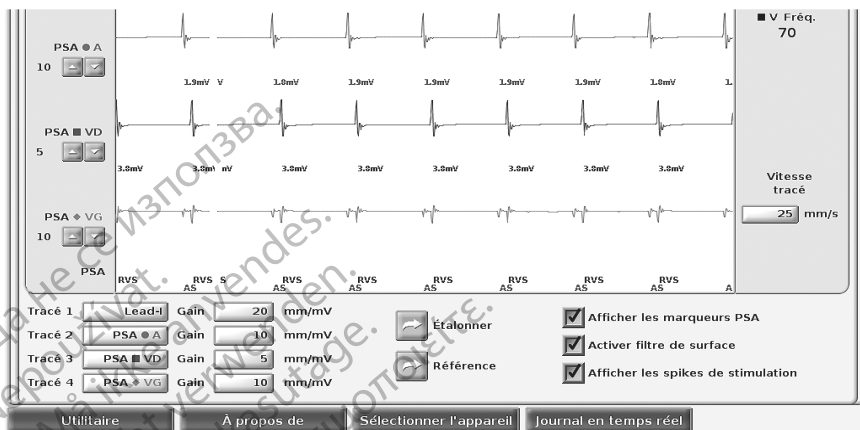

Figure 9. Exemple du panneau Tracés de sonde (partie inférieure agrandie)
- Les boutons Gain   permettent d'augmenter ou de diminuer le gain de chaque tracé affiché. La quantité de gain sélectionnée s'affiche à gauche des boutons Gain. Voir la Figure 9 en page 24 et la légende [1] de la Figure 7 en page 22.
- Le bouton Agrandir les tracés  élargit la région du tracé de la sonde pour remplir la fenêtre de visualisation et fournit des renseignements supplémentaires au bas de l'affichage des tracés. Voir la Figure 9: